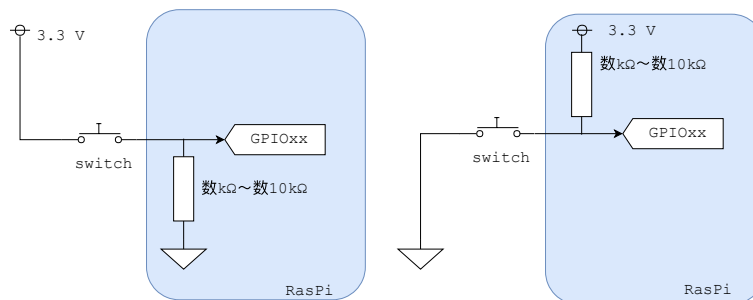

図 2 プルアップ回路とプルダウン回路
場合があります。スイッチが閉じているときは良いのですが、オープンの際に端子の電圧は不安定となり、状況によって 0V だったり、中途半端な電圧になったりします。そこで、オープン状態のときに High/Low のどちらかにきちんと定まるように RasPi 内部では「プルアップ」または「プルダウン」回路 (図 2 参照) のどちらかに接続されています。使いたいピンがプルアップなのかプルダウンなのかは特にデジタル入力として使うときに注意が必要です。外部にスイッチをつなぐ場合、左のように入力ピンがプルダウンされている場合は正論理 (スイッチが OFF の時に LOW, ON の時に HIGH)、右図のようにプルアップされている場合は負論理 (スイッチが OFF の時に HIGH, ON のときに LOW) として構成します。実際に Raspberry Pi ではどのようなになっているのか確認しましょう。例えばコ
- 図2を参照し、スイッチは GND に向けて接続する